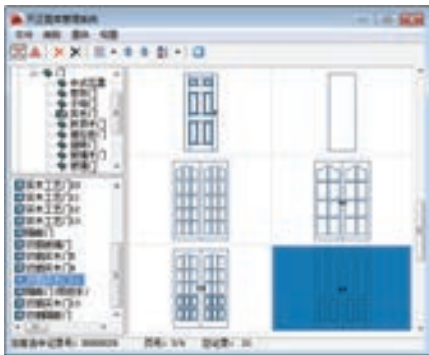

图 5-5 选择门样式
5) 在所选的图标上双击, 返回“门”对话框; 然后单击右边的三维显示窗口, 系统弹出“天正图库管理系统”对话框, 在其中选择平开门的三维样式, 结果如图 5-5 所示。